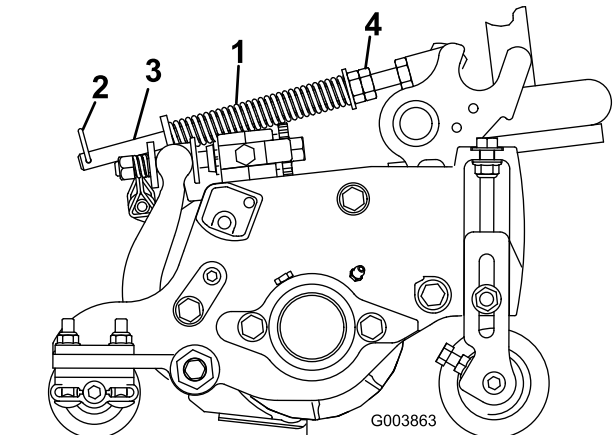

Bild 13
Die Rasenkompensierungsfeder (Bild 13), die den Trägerrahmen und das Mähwerk verbindet, steuert den Umfang der möglichen Drehung nach vorne und hinten.
der Federhalterung hinten und der Scheibe vorne 3,2 cm beträgt (Bild 13).
2. Ziehen Sie die Sechskantmuttern vorne an der Federstange fest, bis die komprimierte Länge (A) der Feder 32,8 cm beträgt (Bild 13).